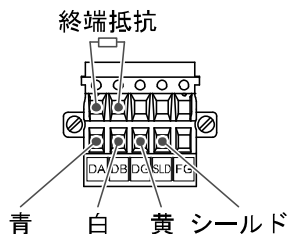

図3
- ・ CC-Link システムの両端のユニットには、必ず“DA”~“DB”間に“終端抵抗”を接続してください。(図 3 参照)